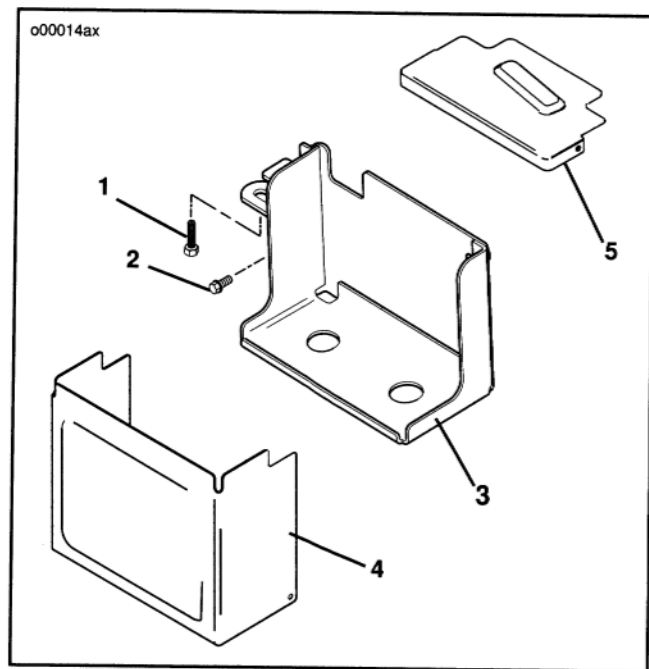

Figura 48. Hardware del vassoio della batteria e di montaggio Dyna Glide
1. Vedere la figura 48. Rimuovere la vite e la rondella dalla staffa del sedile posteriore.
Rimozione della Batteria e Della Copertura Dyna Glide (Figura 48)
Installazione della Batteria e della Copertura (Figura 48)